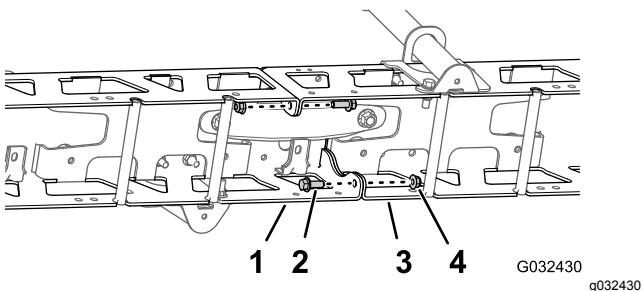

Figure 52
1. Retirez les 2 boulons à embase (3/8" x 1") et les 2 contre-écrous (3/8") qui fixent les brides verticales des cadres en treillis droit et gauche (Figure 52).